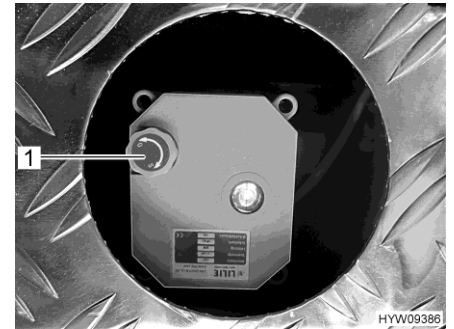

Bild 135 Handrad (Abwasserventil)
- Zum Öffnen des Abwasserventils Handrad (Bild 135,1) nach oben ziehen und entgegen dem Uhrzeigersinn bis zum Anschlag drehen. Die Drehrichtung (O für Öffnen, S für Schließen) ist auf dem Handrad gekennzeichnet.
- Zum Schließen des Abwasserventils Handrad (Bild 135,1) nach oben ziehen und im Uhrzeigersinn bis zum Anschlag drehen.